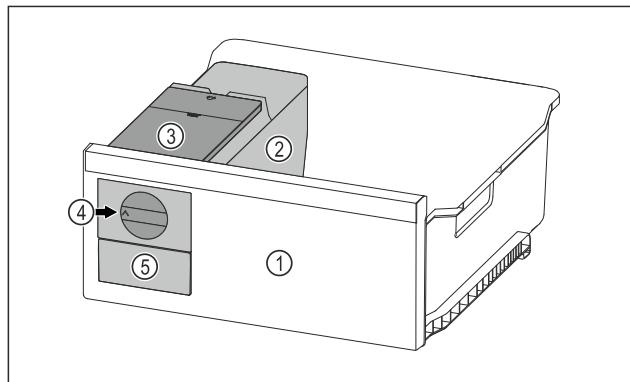

Fig. 123 Ілюстративне зображення
- Поворотну ручку Fig. 123 (4) повернути за годинниковою стрілкою до упору.
- Кубики льоду випадають із ванночки для кубиків льоду у висувний ящик для кубиків льоду Fig. 123 (5).